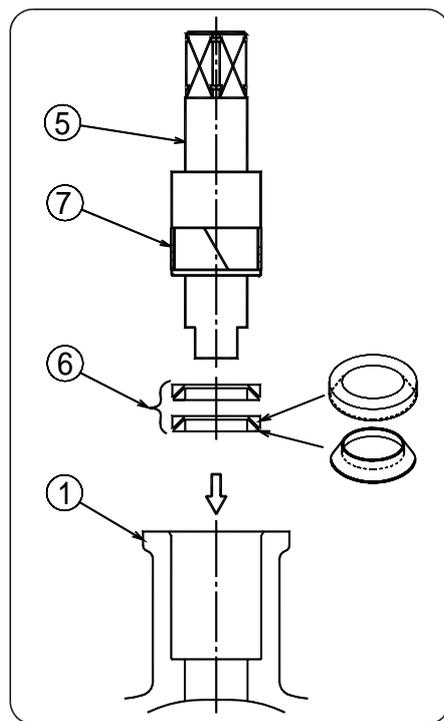

図 1
- 4) 図 1 を参照して，入れる方向を確認し，グランドパッキン をステム に装着する。